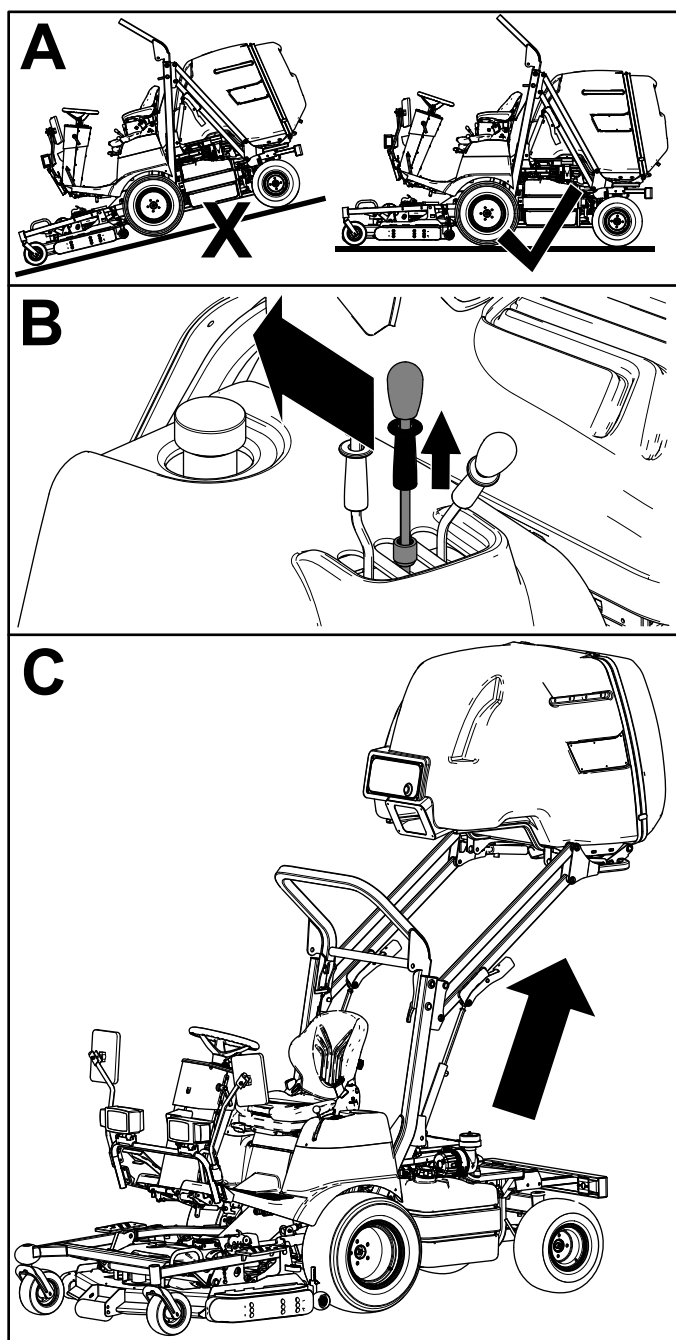

Рисунок 23
2. Потяните стопорное кольцо на рычаге подъема бункера вверх и переместите рычаг назад, чтобы поднять бункер (Рисунок 23).